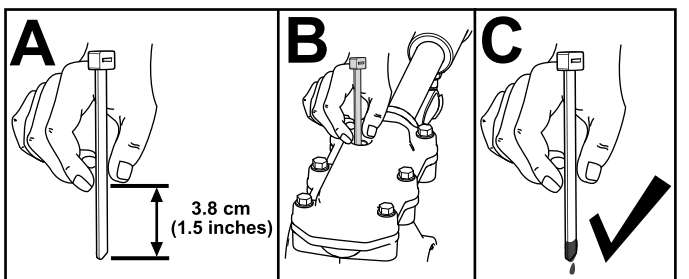

Figure 34
3. Contrôlez le niveau d'huile à l'aide d'un dispositif de mesure adéquat, par exemple un serre-câble propre. Le niveau d'huile doit se situer à environ 3,8 cm en dessous de l'orifice de remplissage (Figure 34).